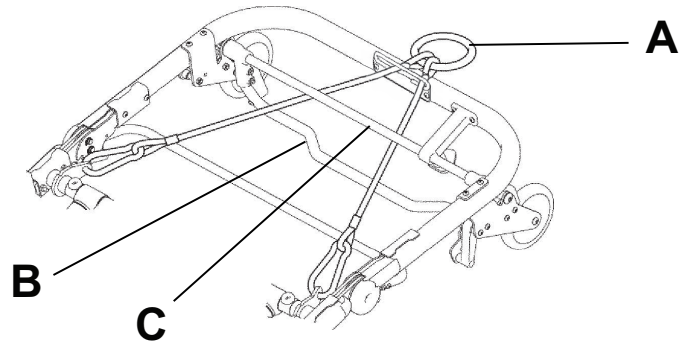

Figure 21 – Fixation des câbles de l'ensemble de remorquage
1. Attacher le câble de treuil à l'anneau (A) sur l'ensemble de remorquage (Figure 21).
3. Fixer les câbles au-dessus de la barre de déblocage rouge (B) et au-dessous de la barre noire (C) (Figure 21).